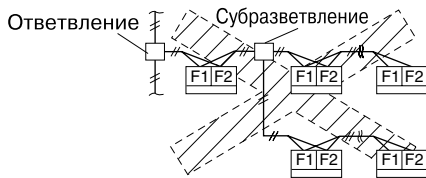

Рис. 15
4. В кабельной проводке между блоками допускается до 16 ответвлений. Ответвления после первого разветвления не допускаются. **(См. рис. 15)**